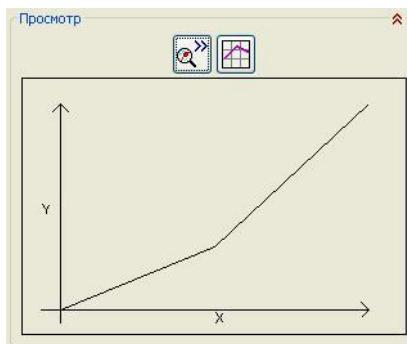

Рис.90
- Нажмите на левую пиктограмму, и прямо в окне рис.89 появится маленький график как на рис.90, 91, 93.